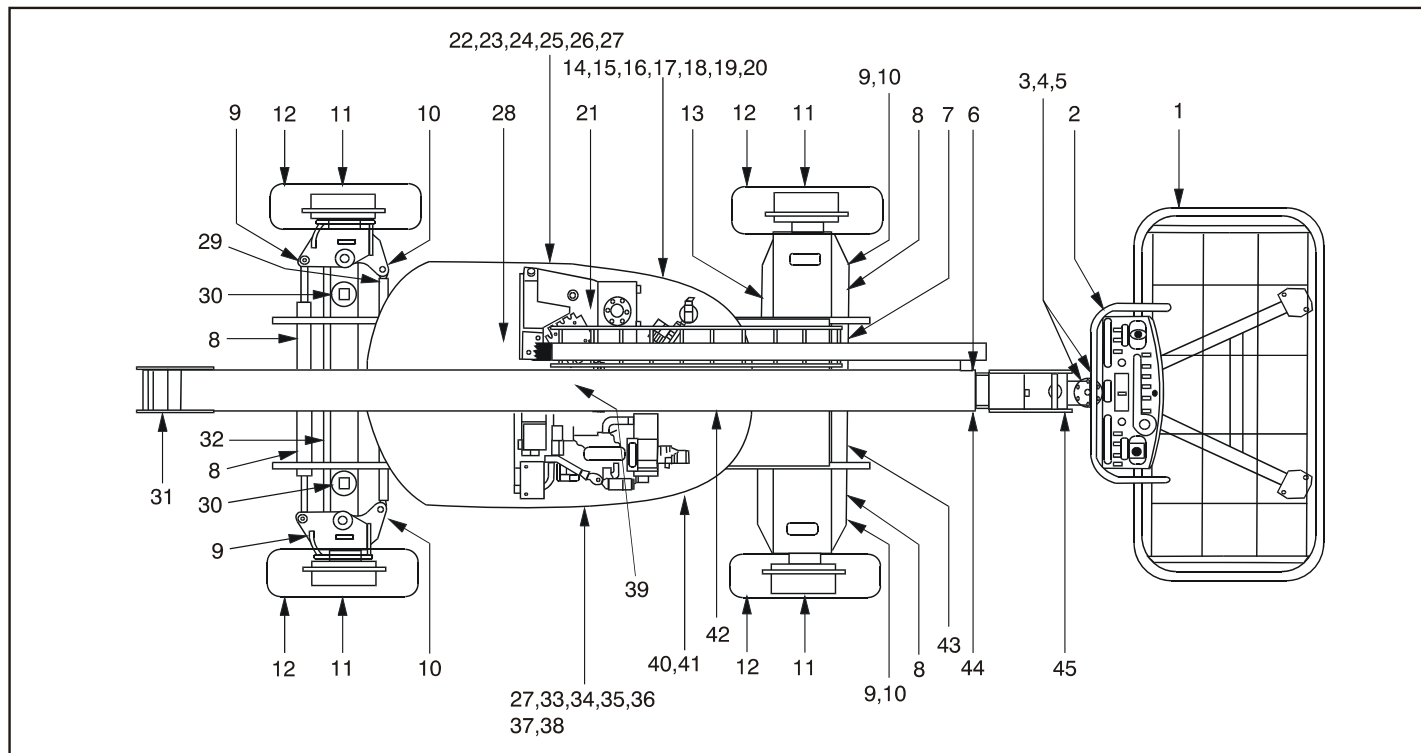

Fig. 2-3. Daglig "rundvandrings"-inspektion (blad 1 av 4)
5. **"Rundvandrings"-inspektion** – se fig. 2-3 och fig. 2-4